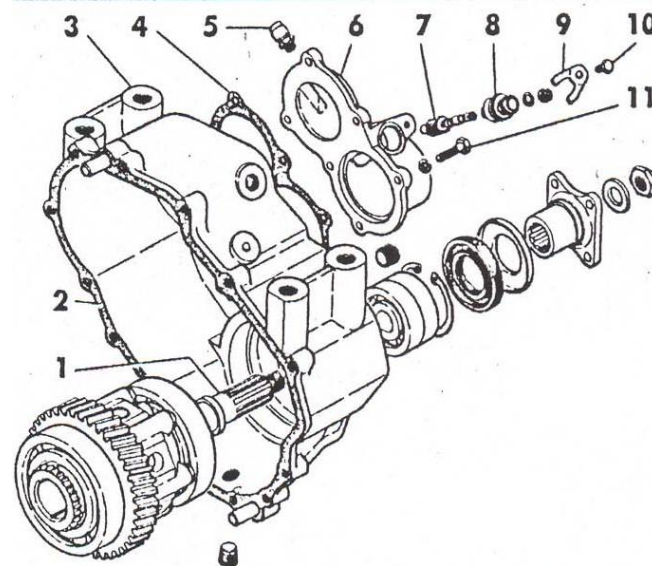

Рис.6.9 Детали заднего картера раздаточной коробки:
- отвернуть болты 11 (рис. 6.9) крепления задней крышки 6 подшипника первичного вала и снять заднюю крышку;
При разборке задней крышки коробки привода заднего ведущего моста (при исполнении с водомётом - передней крышки) необходимо отвернуть болт 10 (рис. 6.9) и снять стопор 9, после этого извлечь из крышки штуцер 8 и ведомую шестерню 7 привода спидометра.